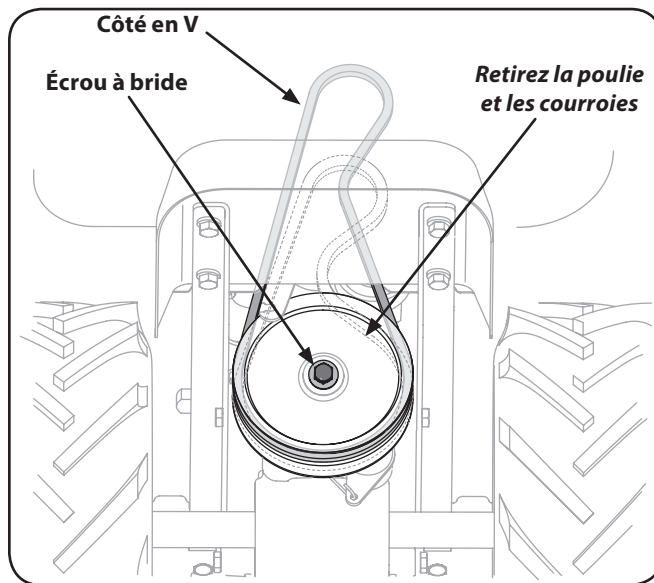

Figure 7-5
- Retirez l'écrou à bride qui fixe la poulie d'entraînement de la transmission, puis retirez la poulie et les deux courroies. Voir Figure 7-5.